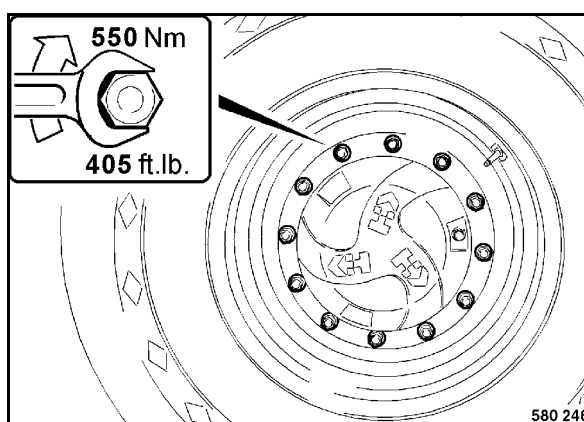

Fig. 226
- Colocar una nueva rueda (Fig. 226) y apretar las tuercas de rueda en cruz aplicando 550 Nm (405 ft. lb.).